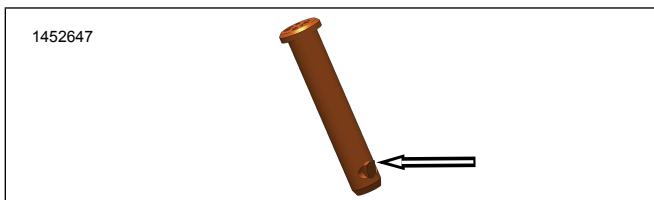

Abbildung 2. Arretierlasche des Gabelbolzens
- Den Gabelbolzen (A) der Fahrerfußraste entfernen.
- Abbildung 2 Die Verriegelungszunge ausfindig machen.